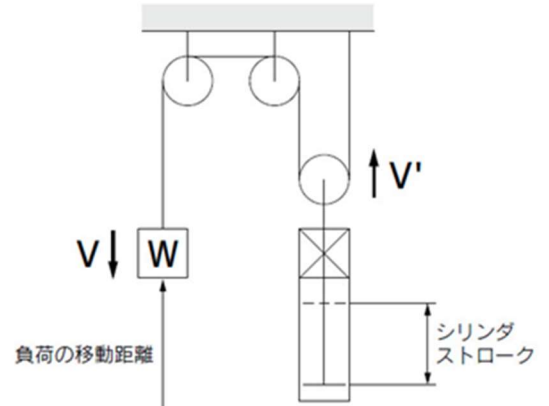

図1. 倍速機構
- ① 負荷の質量, 移動距離, 移動時間, 取付姿勢, 使用圧力の各条件より、最適なロックユニットサイズを選定してください。
- ② ご使用に際しては、選定時の最大速度を超えないように注意してください。
- ③ 移動時間とは、負荷の動き出しから負荷の移動距離を中間停止なしで動く時間のことです。
- ④ 図1に示す倍速機構などのように駆動機器のストロークと負荷の移動距離が異なる場合、負荷の移動距離のほうを選定に用いてください。
- ⑤ 以下に示す選定例および選定手順は中間停止(動作中の非常停止を含む)での使用を前提として選定方法を示していますが、落下防止などのロック時に運動エネルギーが作用しない条件でのみ、ロックを使用する場合の最大負荷質量は、使用圧力より、P7 グラフ⑤~⑦の最大速度 $V=100\text{mm/s}$ の負荷質量を上限として機種選定を行ってください。